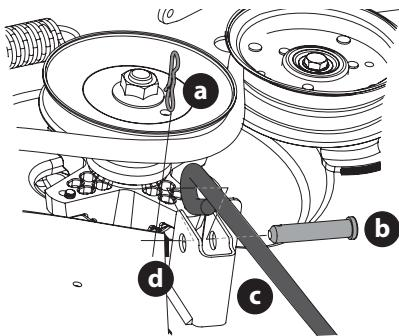

Figura 46
- Extraiga el tercer pasador con unión curva (a) del pasador de horquilla (b) que sujetá la varilla de control de la plataforma delantera (c) al soporte delantero de elevación de la plataforma (d). Extraiga los pasadores de horquilla (b) (Figura 46).